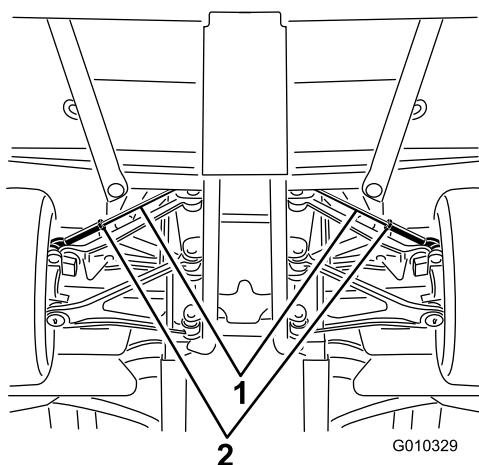

Figura 60
- A. Afloje la contratuerca del centro del tirante (Figura 60).